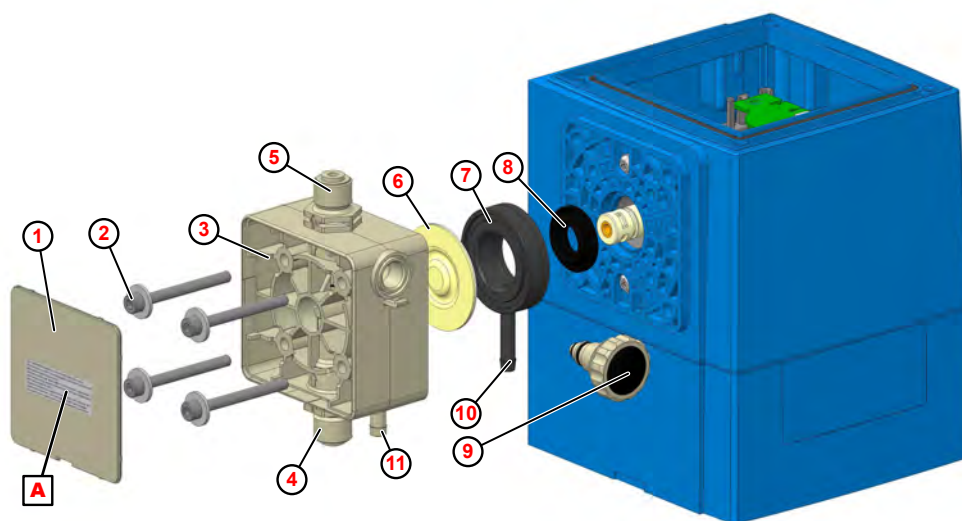

Fig. 102: Sostituzione di testa pompa, membrana e membrana protettiva
1. Svitare la valvola di aspirazione e di mandata (Fig. 102 , ④ e ⑤).
2. Rimuovere la vite di spurgo ⑨ (solo in caso di sostituzione della testa pompa).
3. Rimuovere la piastra di copertura ① sulla testa dosatore.
4. Allentare e togliere le viti della pompa testa ② .
5. Togliere la testa pompa ③ .
6. Svitare la membrana ⑥ .
7. Togliere la piastra intermedia ⑦ .
8. Estrarre la membrana protettiva ⑧ fuori dallo spintore.
10. Inserire la piastra intermedia in modo tale che l'elemento di uscita membrana ⑩ sia rivolto verso il basso.